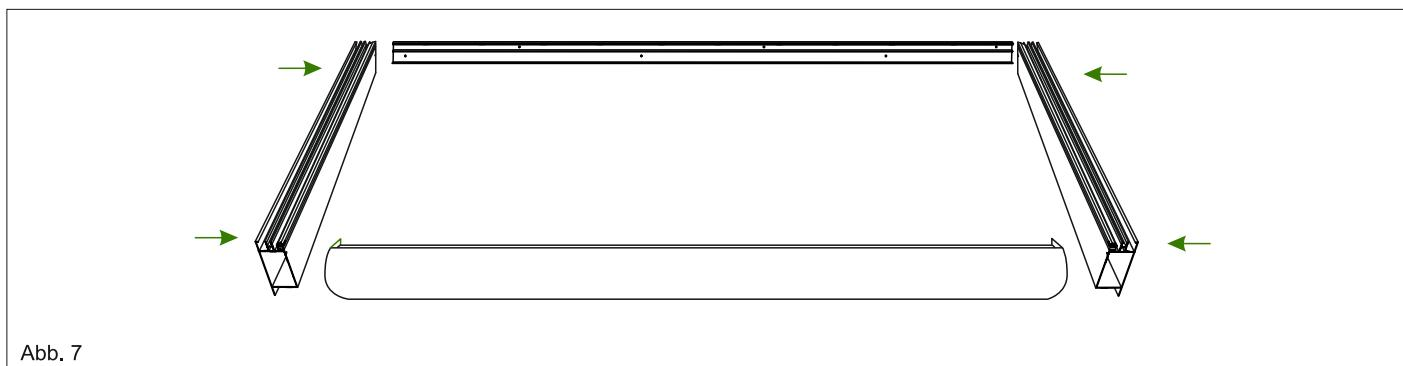

Abb. 7
3. Verbinden Sie den Wandprofil und die Rinne mit den beiden vorbereiteten Randdachsparren. Fixieren Sie die Randsparren mit den mitgelieferten Bohrkopfschrauben (19mm Lang) an dem Wandprofil und an der Rinne. Siehe Abb. 7, 8. (bei Terrassenlängen von 8 - 12 m wird an die Rechte Seite ein Mittelsparren statt eines Randsparsen angebracht. Für weitere Schritte bitte die Zusatzanleitung 8 - 12 m beachten.)